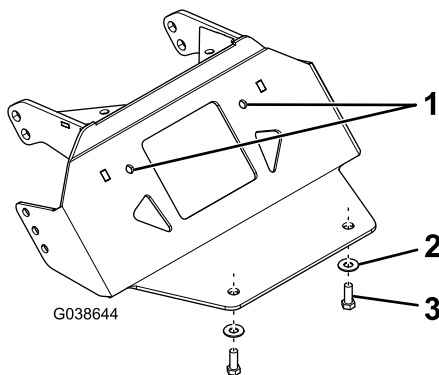

Figura 1
4. Sujete la placa de protección del quitanieves al bastidor del vehículo con 2 pernos (3/8") y 2 contratuercas (3/8"), como se muestra en Figura 1.
5. Usando la placa de protección del quitanieves como guía, abra los 2 taladros indicados en Figura 1 a un diámetro de 7/16".